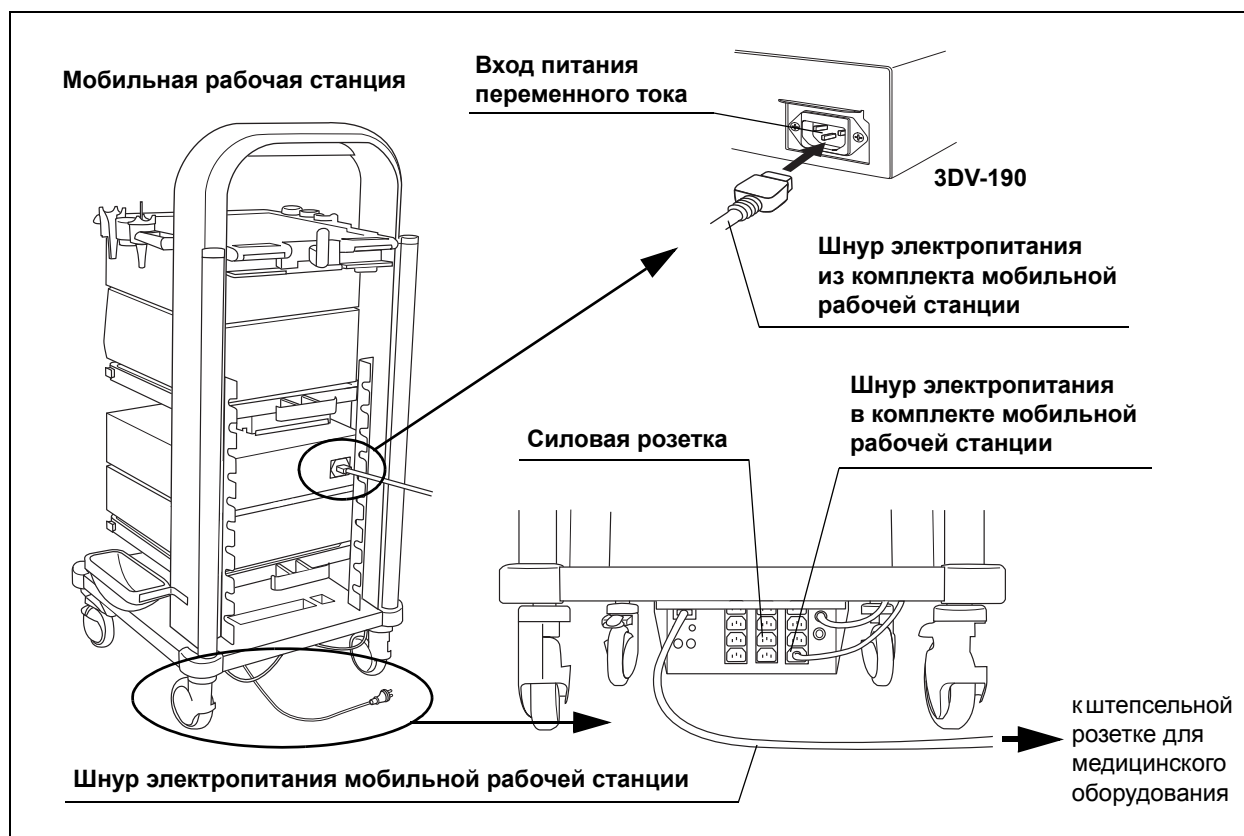

Рисунок 3.12
- 3 Подсоедините шнуры электропитания из комплекта мобильной рабочей станции к входам питания переменного тока дополнительного оборудования и силовой розетке мобильной рабочей станции (см. рис. 3.12).
- 4 Подсоедините шнур электропитания мобильной рабочей станции к штепсельной розетке для медицинского оборудования (см. рис. 3.12).